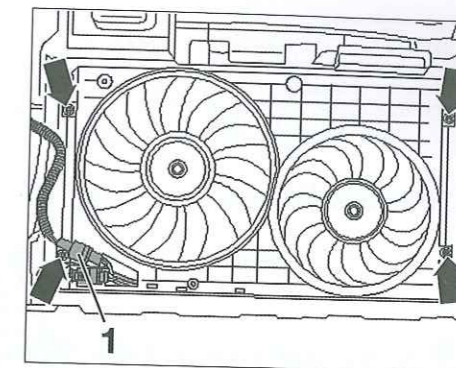
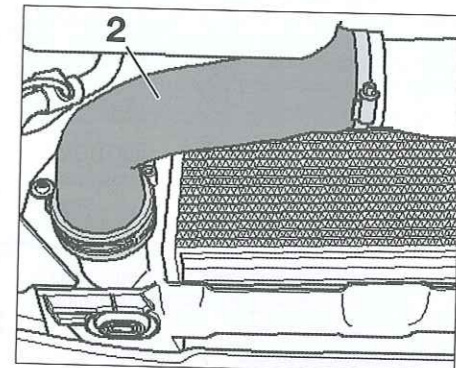

Fig. 65
Fig. 66
- Desmontar los tornillos superiores e inferiores del soporte de los ventiladores (Fig.65).
- Desconectar el conector de alimentación de los ventiladores (1).
- Desconectar los conductos der. e izq. (2) del radiador de aire de sobrealimentación. (Fig.66).